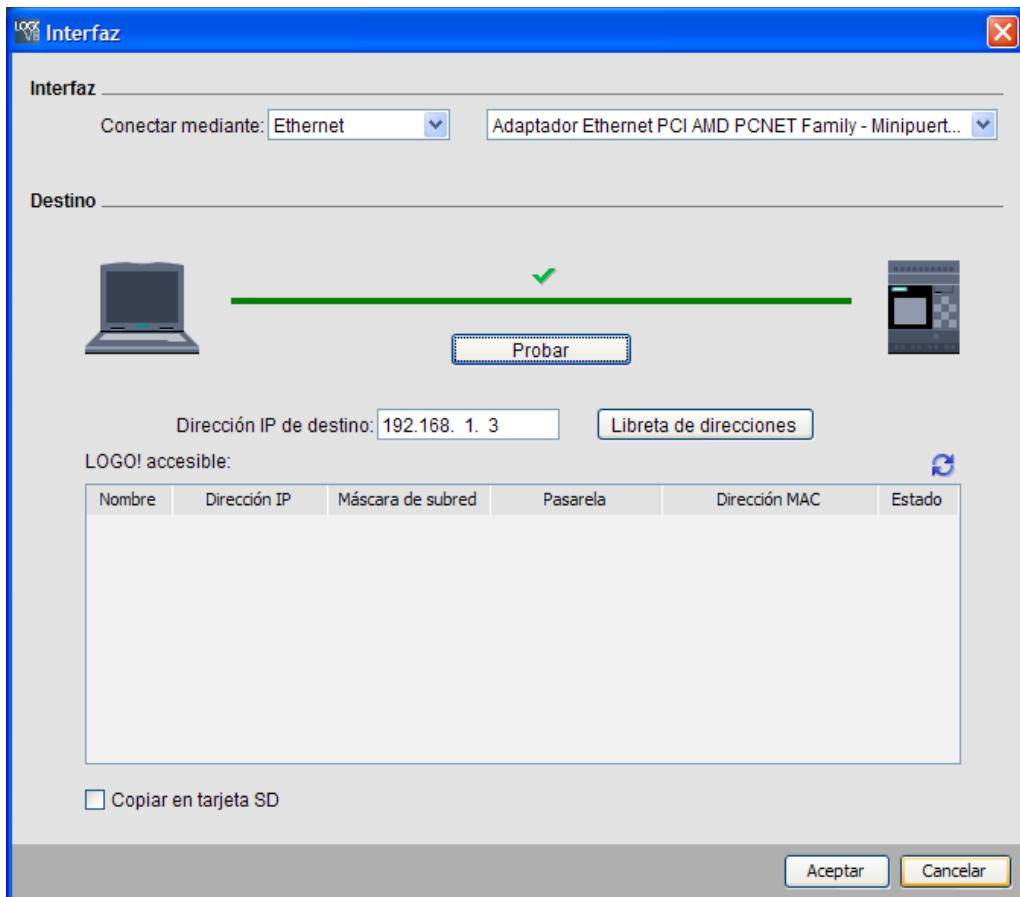

Figura 33. Ventana Interfaz.
39. En el LOGO!Soft Comfort descargue el programa ya sea activando el icono de descarga al PC-LOGO!: o eligiendo del menú **Herramientas, Transferir, PC -> LOGO**. Aparecerá una ventana de *interfaz*, asegúrese que esté la opción *conectar mediante Ethernet* y presione el botón **Probar** para asegurarse de que exista una buena comunicación con el LOGO!, si todo está bien deberá aparecer un cheque verde tal como se muestra en la Figura 33, si no es así, revise la conexión, la dirección de la PC y del LOGO!. Si aún existen problemas consulte a su docente de laboratorio.
46. Para detener el programa de clic en el icono  , se mostrará la ventana de *interfaz* (Figura 33), será necesario que ingrese la dirección IP del LOGO! (en este caso 192.168.1.3) antes de darle **Aceptar**, de igual forma si quiere correr de nuevo el programa de clic en el icono  , ingrese la dirección IP y seleccione **Aceptar**.